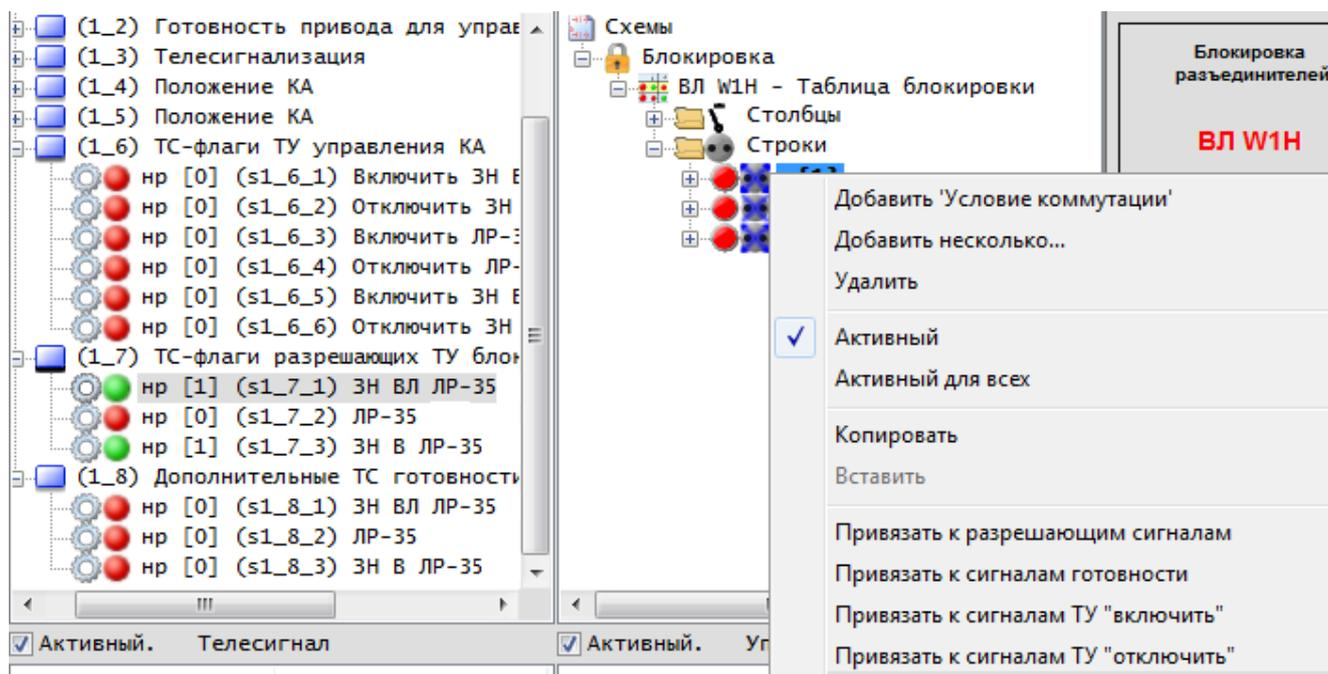

Рис. 6.33. «Мастера» привязки сигналов к свойствам компонентов «Управляемые КА».
- В контекстном меню компонента выбрать один из пунктов «Привязать к разрешающим сигналам», «Привязать к сигналам готовности», «Привязать к сигналам ТУ 'включить'» или «Привязать к сигналам ТУ 'отключить'» (смотрите Рис. 6.33);